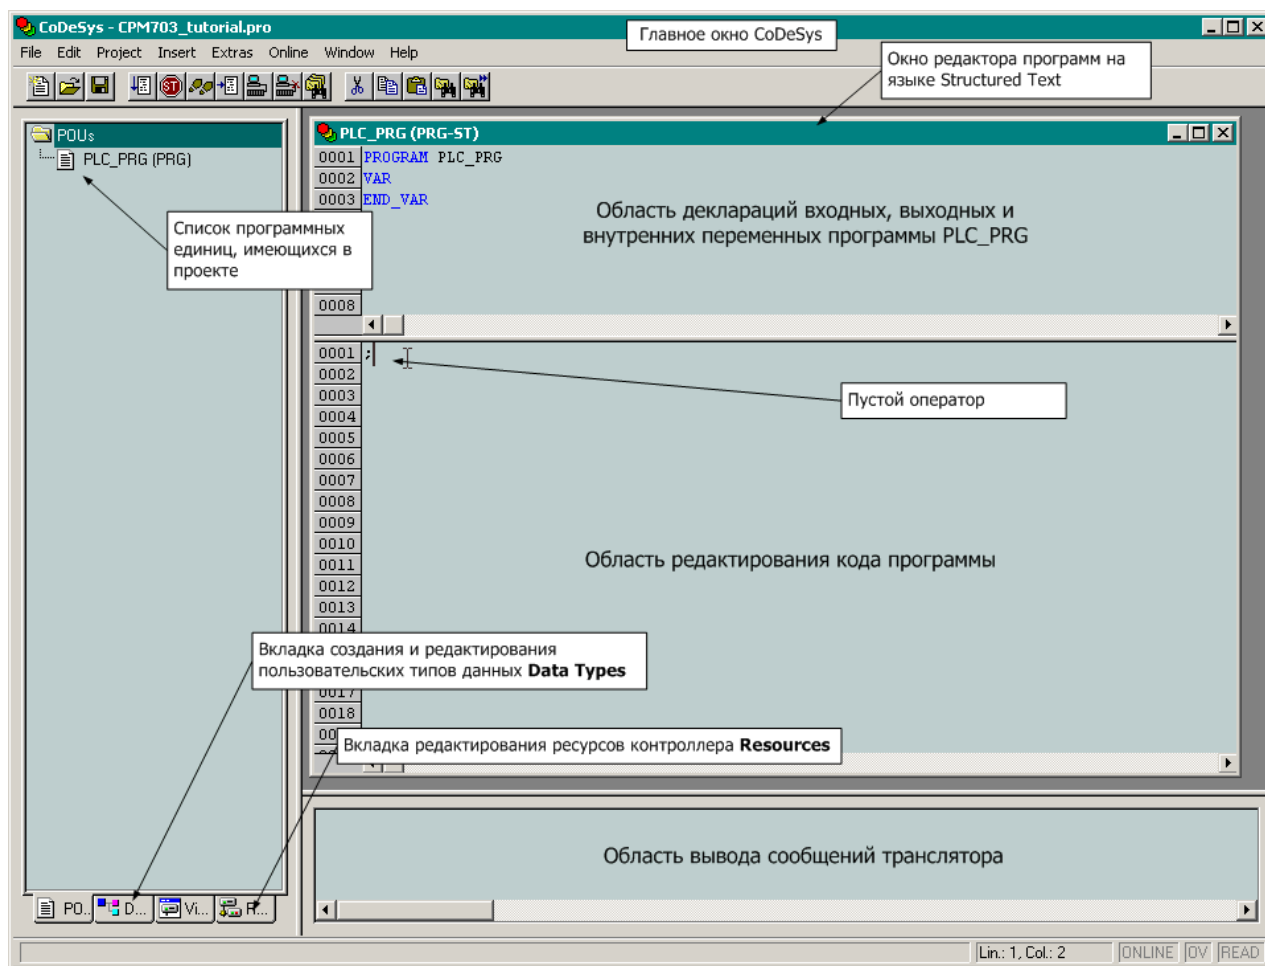

Рис. 7. Главное окно CoDeSys после создания проекта
3. Нажмите кнопку **OK** в диалоговой панели **New POU**. В меню **File** выберите команду **Save**, введите имя файла проекта *CPM71x_tutorial* в появившейся диалоговой панели **Save As** и нажмите кнопку **Save**. Окно CoDeSys примет вид, показанный на рис. 7.
Окно редактора программ на языке Structured Text (ST), разделенное на две области: деклараций переменных программы и кода программы, – показано на рис. 7 справа.